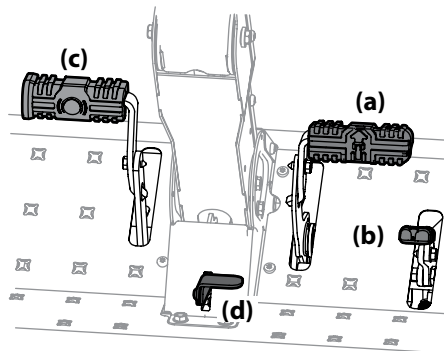

Figura 3-2
2. Para conducir hacia ADELANTE, presione lentamente el pedal de marcha adelante (a) hasta alcanzar la velocidad deseada. Vea la Figura 3-2.
6. Para conducir marcha atrás, verifique que el área de atrás esté despejada. Luego presione lentamente hacia adelante el pedal de transmisión marcha atrás con la parte anterior de la planta del pie (NO con el talón) hasta alcanzar la velocidad deseada. Vea la Figura 3-2.